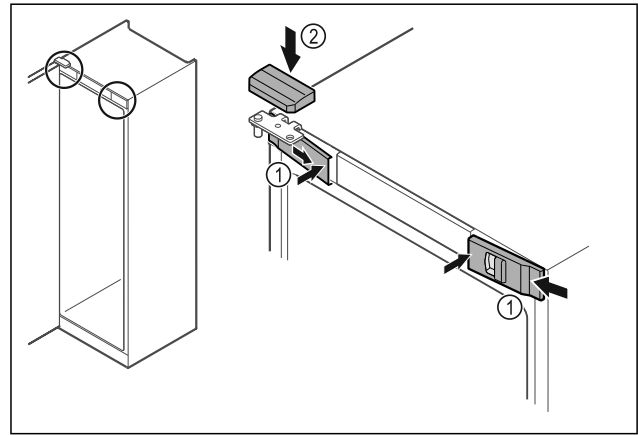

Fig. 54
- ▶ Зацепите скобу и защелкните передние крышки Fig. 54 (1) с внутренней стороны.
- ▶ Защелкните верхнюю крышку Fig. 54 (2) сверху.